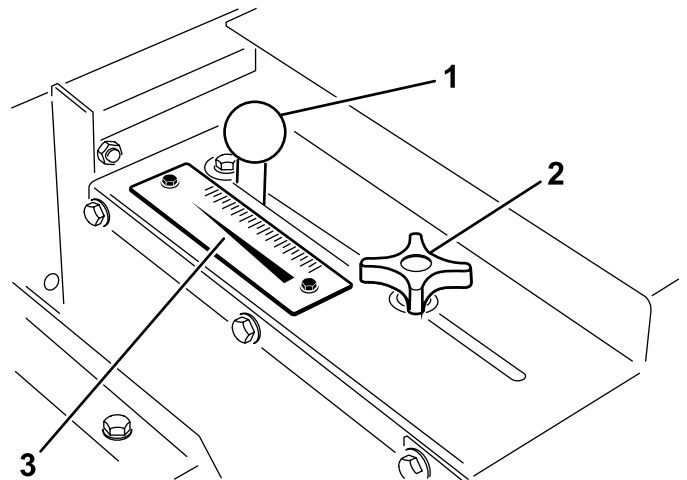

Bild 19
1. Lösen Sie das Arretierhandrad (Bild 19) so weit, dass Sie es ungehindert im Schlitz bewegen können.
2. Stellen Sie das Klappenhandrad (Bild 19) auf die gewünschte Einstellung und ziehen das Arretierhandrad an, um die Einstellung zu arretieren.
Ermitteln Sie mit der Dosierskala (Bild 19) die gewünschte Durchflussmenge. Siehe Sanddosierung \(Seite 18\).